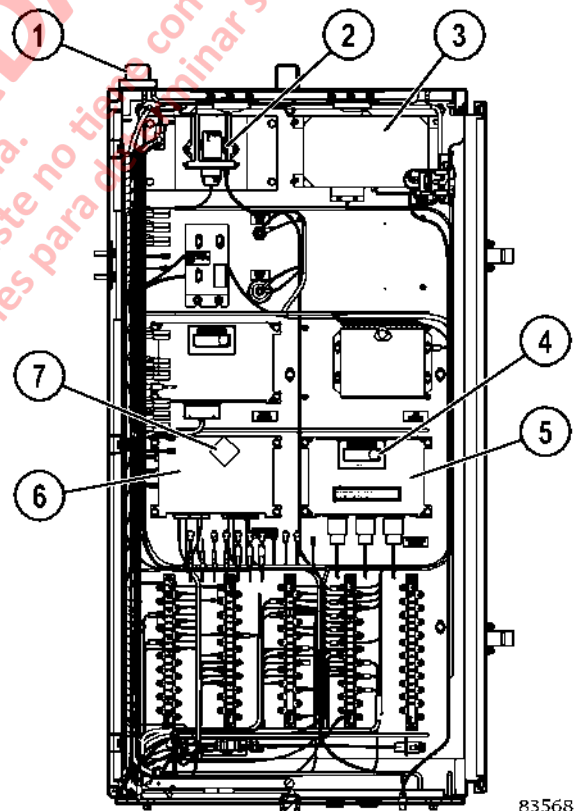

FIGURA 5-13. COMPONENTES KOMTRAX Plus
Este sistema utiliza el controlador KOMTRAX Plus (anteriormente conocido como KOMTRAX PLUS) (6, figura 5-13) para recopilar datos sobre la operación del camión de sensores y otros controladores instalados en el camión. Los datos almacenados en KOMTRAX Plus es recopilados por un ordenador portátil (PC) o transmitidos directamente por satélite de comunicaciones (utilizando el controlador de Orbcomm). Estos datos luego se compilan en el servidor de la computadora de Komatsu. Basado en esta información, el servicio distribuidor Komatsu sugerir mejoras y proporcionar información para reducir los costos de reparación de la máquina y el tiempo de inactividad.
El sistema KOMTRAX Plus es activado por el switch de llave de camión. Inmediatamente después de recibir alimentación de 24V de la llave, el controlador KOMTRAX Plus comienza la secuencia de inicialización de encendido. Esta secuencia toma aproximadamente tres segundos, tiempo durante el cual los dígitos del LED rojos (7, figura 5-13) mostrar una secuencia circular de segmentos LED que destella.
El Módulo de Interface (3, Figura 5-13) recibe datos de los sensores instalados en el camión y envía esta información al controlador del KOMTRAX PLUS. Cuando el switch de partida está en ON, la luz LED verde (5) en el frente del controlador debe destellar. Si la luz continúa encendida, hay un problema en el controlador.
El puente inalámbrico de Komatsu (2, figura 5-13) permite la transferencia de información del controlador KOMTRAX Plus a un ordenador portátil con capacidades de red inalámbrica. La información que se descarga a través de la KWB (Komatsu puente inalámbrico) es la misma información que se recopila durante una descarga manual desde el sistema KOMTRAX Plus. Descargas pueden realizarse con el equipo portátil situado en o cerca de un camión parado, o el equipo puede ser ubicado cerca de una ruta de camiones en movimiento. Tiempo de descarga total es de aproximadamente 10 segundos. Si sólo una parte de los datos se descarga mientras el camión está pasando por un ordenador portátil, se descargará la información restante la próxima vez que se produce una descarga de datos.